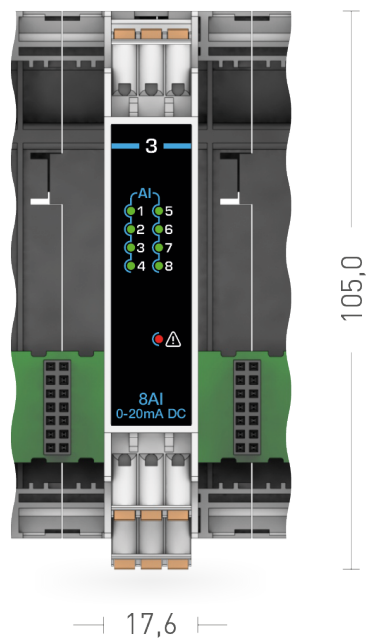
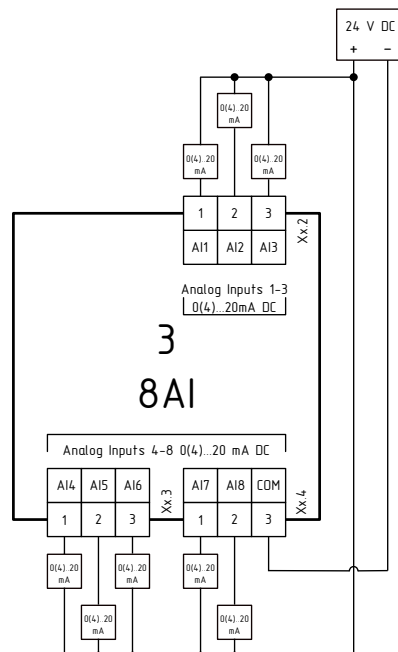

Рисунок 1.12 – Внешний вид модуля расширения MCU-3-8AI
Рисунок 1.13 – Схема подключения модуля расширения MCU-3-8AI
- Внешний вид и схема подключения приведены на рис. 1.12 и рис. 1.13.